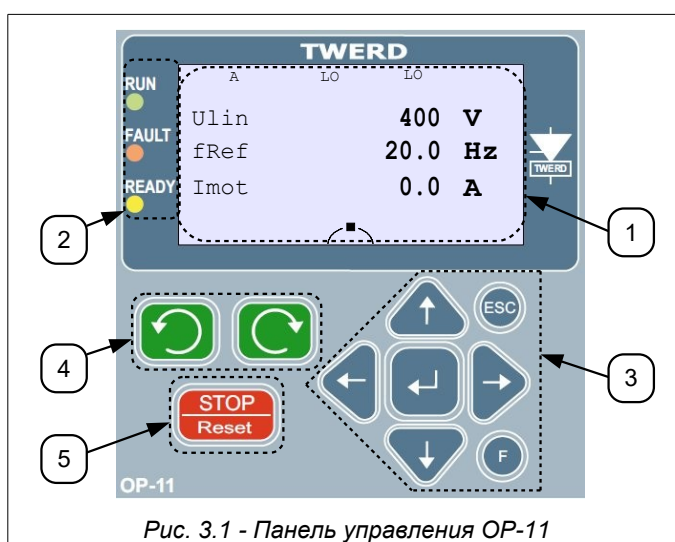

Рис. 3.1 - Панель управления ОП-11
Панель управления (рис.3.1) служит для:
Элементы панели управления (рис. 3.1)
- нажать и удерживать 5 секунд функциональную клавишу „F” - (4) на рис. 3.1 — Панель управления
- нажать и удерживать 5 секунд функциональную клавишу „F” - (4) на Рис. 3.1 — Панель управления